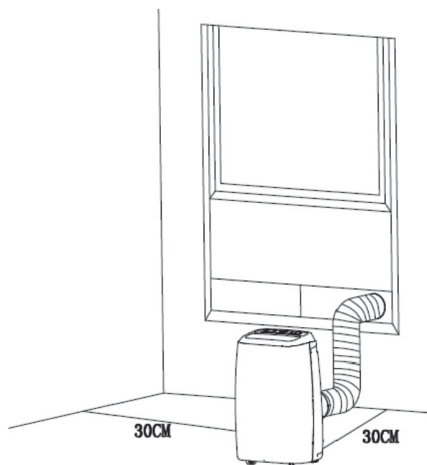

Fig. 8
- O ar condicionado deve instalar-se em uma superfície plana e resistente que esteja sem obstáculos em um raio de 30 cm á volta da unidade para que nada bloqueie a circulação do ar. (Ver Fig.8).